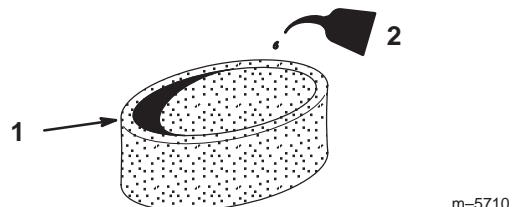

Bild 22
3. Gießen Sie etwas Öl auf den Einsatz (Bild 22). Drücken Sie den Einsatz, um das Öl zu verteilen.